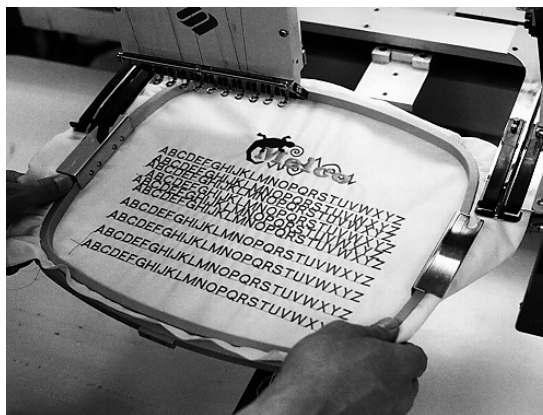

Figura 3-9
4. Introducete i telai circolari scivolando i supporti laterali sotto i morsetti a molla che si trovano sui bracci di supporto. Il braccio con l'intaccatura aperta all'estremità va dalla parte destra (consultate la Figura 3-9). Accertatevi che l'intaccatura ingrana sul perno del braccio di supporto, e che i supporti sono completamente fissi sotto i morsetti a molla.